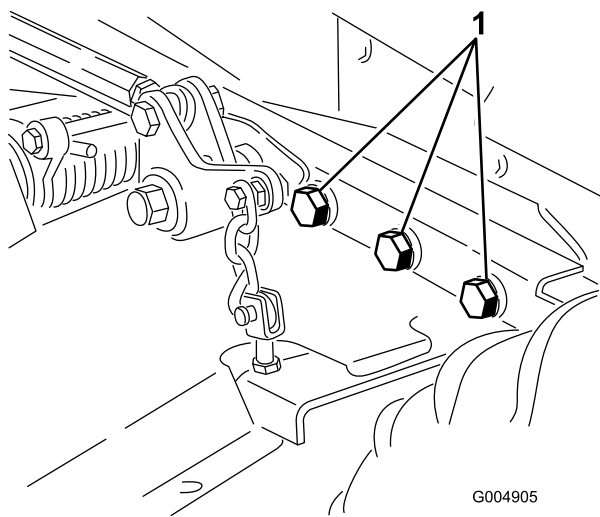

図 59
5. ボルトナット類にゆるみがないか点検し、必要な締め付けを行う。刈り込みデッキをトラクションユニットに固定しているボルト6本をトルク締めする 359 N·m 36.7 kg/cm² = 265 ft-lb 図 59。